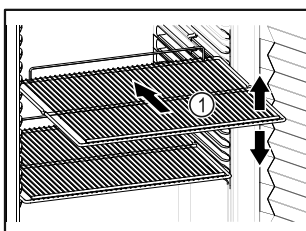

Fig. 57 Beispielhafte Darstellung
- ❑ Wenn Abstellroste Fig. 57 (1) versetzbar sind, je nach Höhe anpassen.